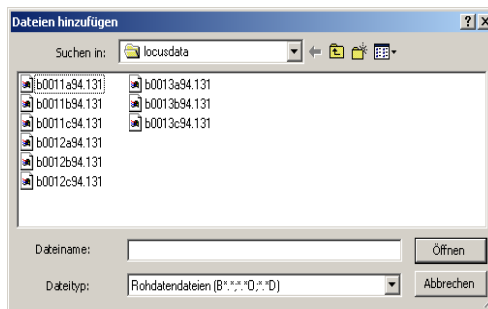

Abbildung 4.8. Dialogfeld "Dateien hinzufügen"
1. Wählen Sie im Menü **Projekt** die Option **Daten von Disk hinzufügen**. Das Dialogfeld **Dateien hinzufügen** wird geöffnet (Abbildung 4.8).